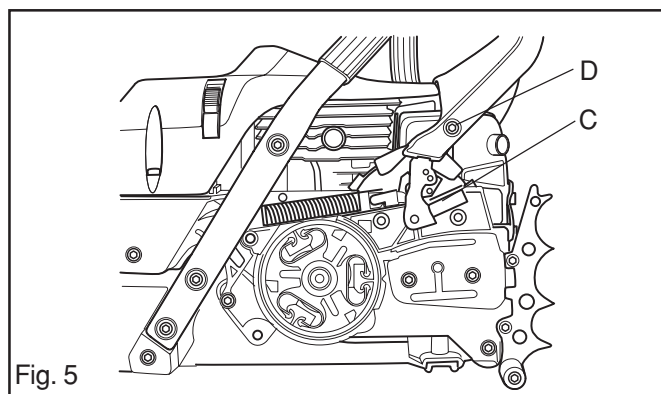

Fig. 5
8. Enfoncer la douille de blocage (C fig. 5) et retirer en même temps le levier (D fig. 5) à l'aide d'un tournevis.
12. Retirer la douille de blocage (C) avec le ressort. Voir la fig. 5.
3. Graisser et monter le levier (D). Voir la fig. 5.
4. Graisser et monter la douille de blocage (C) avec le ressort. Voir la fig. 5.